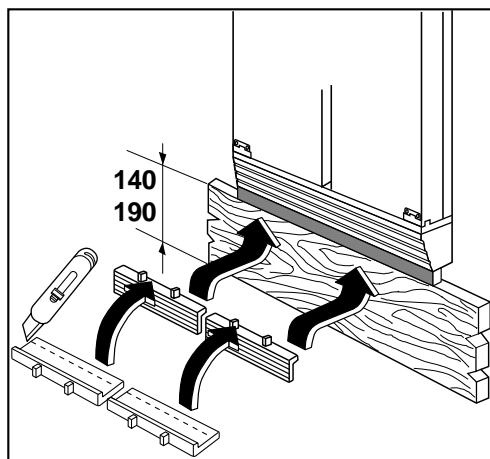

Fig. 18
- Lorsque le socle a plus de 100 et moins de 140 mm de hauteur, il faut couper la pièce de compensation dont l'appareil est équipé et la monter entre le socle et la grille d'aération, en la coinçant sous cette dernière (Fig. 18).
- Lorsque le socle a plus de 150 et moins de 190 mm de hauteur, il faut couper la pièce de compensation dont l'appareil est équipé et la monter entre le socle et la grille d'aération (Fig. 18).